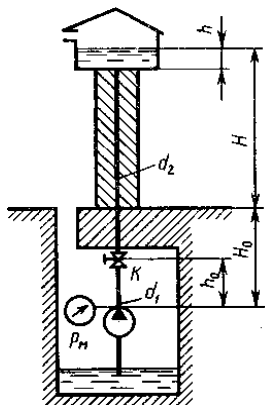

Рис.5
12. Вода с вязкостью $\nu = 0,02$ Ст нагнетается насосом из колодца в водонапорную башню (рис.5) по вертикальному трубопроводу. Определить диаметр трубы от крана К до бака d_2 , если высота башни $H = 10 \text{ м}$; глубина погружения насоса $H_0 = 5 \text{ м}$; высота уровня жидкости в баке $h = 1 \text{ м}$; длина участка трубопровода от насоса до крана $h_0 = 3 \text{ м}$; его диаметр $d_1 = 40 \text{ мм}$; коэффициент сопротивления крана $\xi_k = 3$ (отнесен к диаметру d_1); показание манометра $p_m = 0,3 \text{ МПа}$; подача насоса $Q = 1,5 \text{ л/с}$. Учесть потерю скоростного напора при входе в бак. Трубы считать гидравлически гладкими.